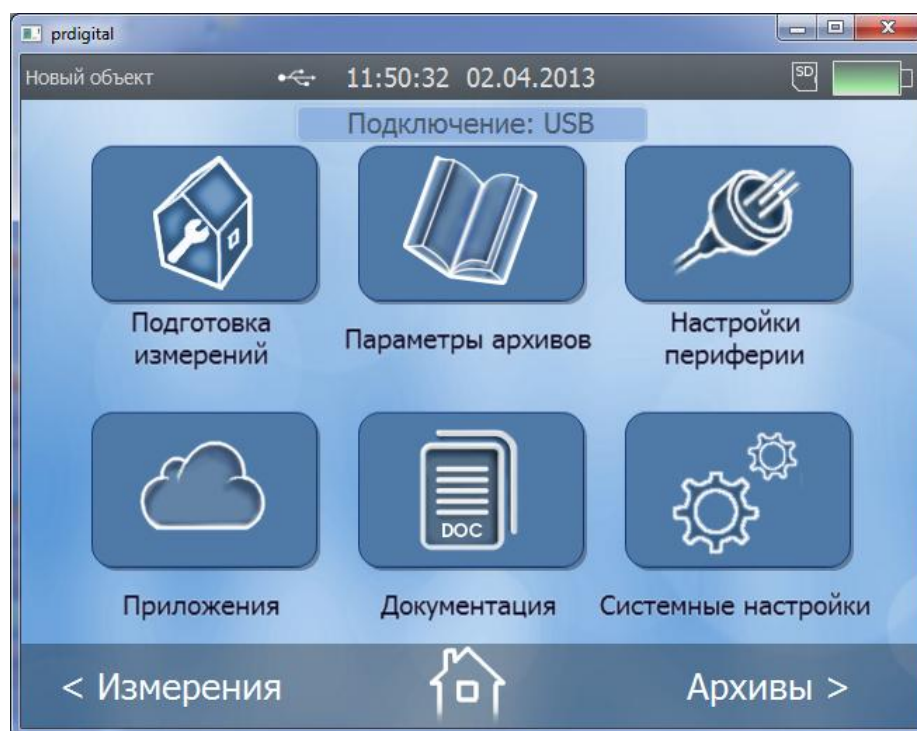

Рис.8. Основное окно программы «prdigital»
- 3.4.3. Подключите USB-выход расходомера к USB порту компьютера кабелем из комплекта поставки. На рабочем столе компьютере щелкните два раза левой кнопкой мышки по ярлыку «ПР Цифровой». На экране монитора появится основное окно программы (см. рис.8). Факт подключения к ПК по интерфейсу подтверждается надписью «**Подключение: USB**» над иконками основного меню программы.